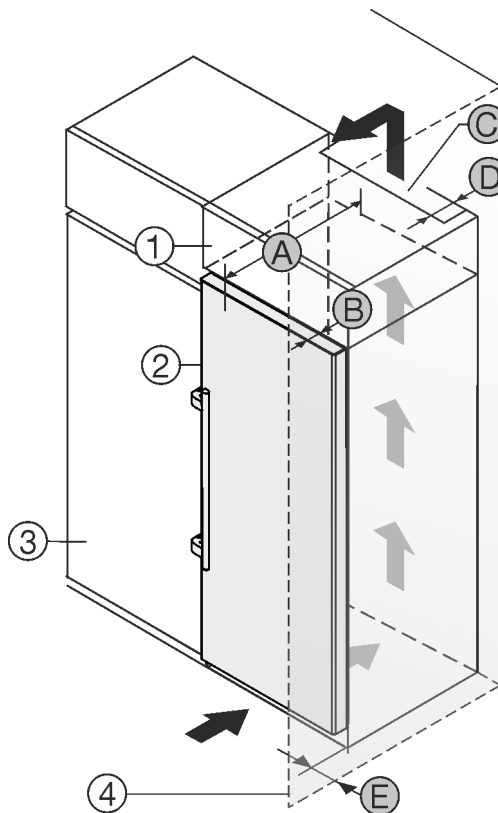

Fig. 1
- (1) Nástavná skříňka
- (2) Příklad
- (3) Kuchyňská skříň
- (B) Hloubka dveří
- (C) Ventilační průřez
- (D) Vzdálenost zadní strany přístroje
- (E) Vzdálenost k zadní straně přístroje
- (4) Stěna
- (A) Hloubka přístroje
Můžete přístroj nainstalovat přímo vedle kuchyňské skřínky Fig. 1 (3).
Na zadní straně nástavné skřínky musí být větrací šachta hluboká Fig. 1 (D) přes celou šířku nástavné skřínky.
Pod stropem místnosti musí být dodržen ventilační průřez Fig. 1 (C).
Když přístroj instalujete závěsy vedle stěny Fig. 1 (4), musí být vzdálenost mezi přístrojem a stěnou minimálně 57 mm. To odpovídá přesahu madla při otevřených dveřích.
Aby bylo možné dvířka plně otevřít, musí přístroj přesahovat o hloubku dvířek *Fig. 1 (B)* vůči přední linii kuchyňské skříňky. V závislosti na hloubce kuchyňských skříněk *Fig. 1 (3)* a použití vymezovačů odstupů od stěny může přístroj vyčnívat dále.